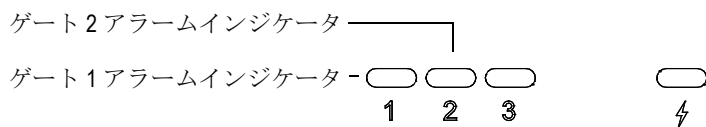

図 2-13 ゲート 1 およびゲート 2 アラームインジケータランプ
- EPOCH 600 の前面パネルにある 2 つのアラームインジケータ（LED）のいずれかが点灯する（40 ページ図 2-13 参照）。